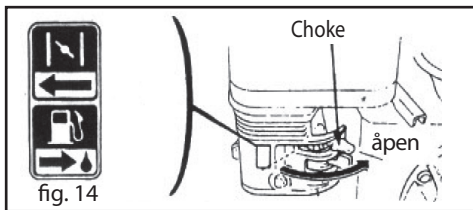

fig. 14
9. Så snart motoren er varm og går stabilt, lukk choken "åpen" (Fig.14).